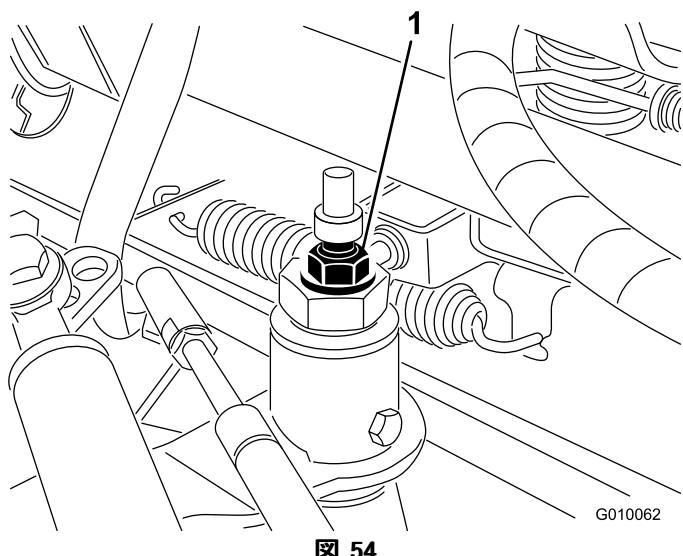

図 54
3. トラクション調整カムのロックナットをゆるめる(図 54)。